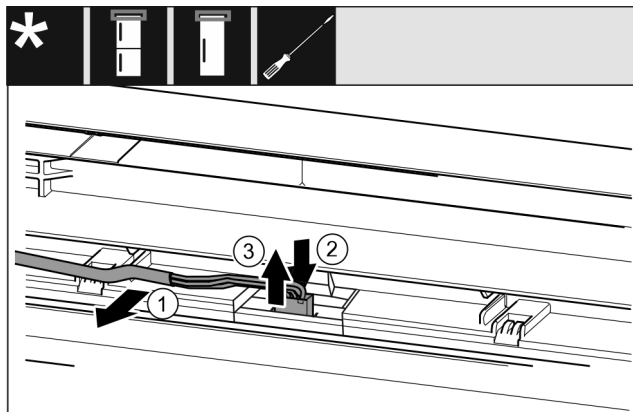

Fig. 9 Combinazioni frigorifero/congelatore / congelatori / refrigeratori
- Allentare con cautela il cavo Fig. 9 (1) dalla guida nella porta.
- Spingere all'indietro la linguetta Fig. 9 (2) dietro la presa.
- Estrarre delicatamente la presa Fig. 9 (3) verso l'alto.